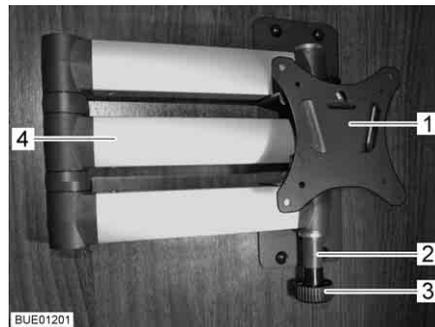

Fig. 52 Soporte con brazo articulado
- Tirar del botón de desbloqueo (Fig. 52,3). El brazo articulado (Fig. 52,4) estará desbloqueado.
- Girar la pantalla plana de regreso a la posición inicial hasta que el soporte (Fig. 52,1) engatille en el bloqueo (Fig. 52,2).